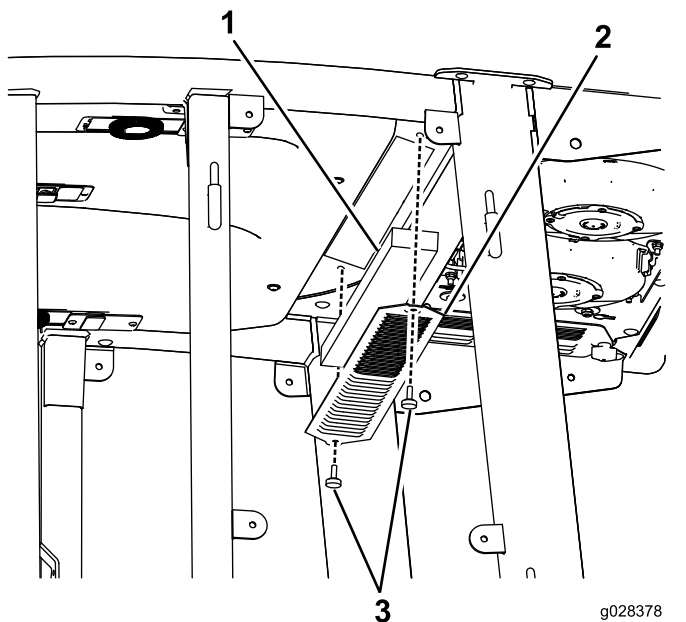
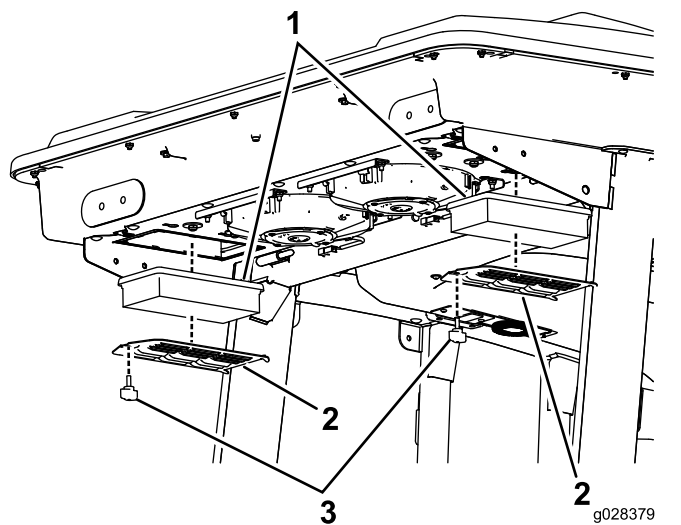
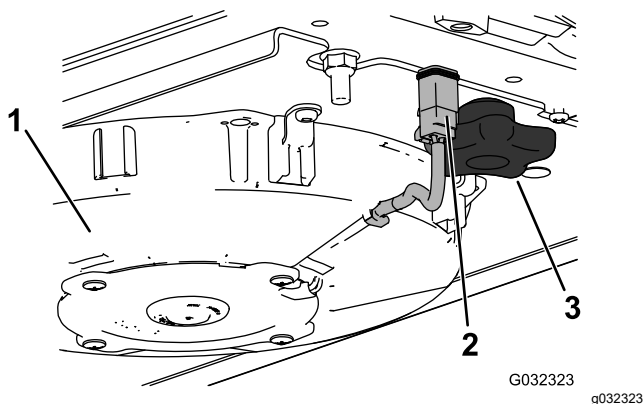
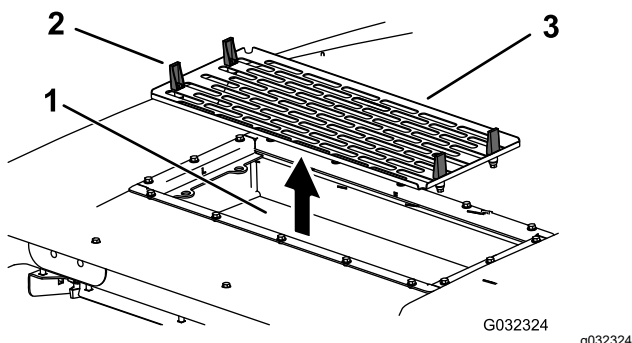

Figure 94
Figure 95
Figure 97
Figure 98
1. Retirez les vis et les grilles des filtres à air intérieur et arrière de la cabine (**Figure 94** et **Figure 95**).
4. Déposez les filtres à air (voir Figure 95).
6. Reposez les filtres à air, la grille et le ventilateur (Figure 95, Figure 97 et Figure 98).
7. Rebranchez le câble de chaque ventilateur (Figure 97).